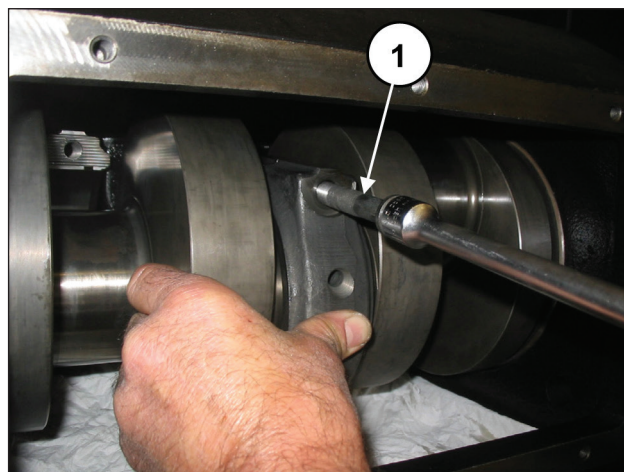

图60
使用M12x1.25x87螺丝（部件号①，图60）将连杆帽固定到半连杆上。